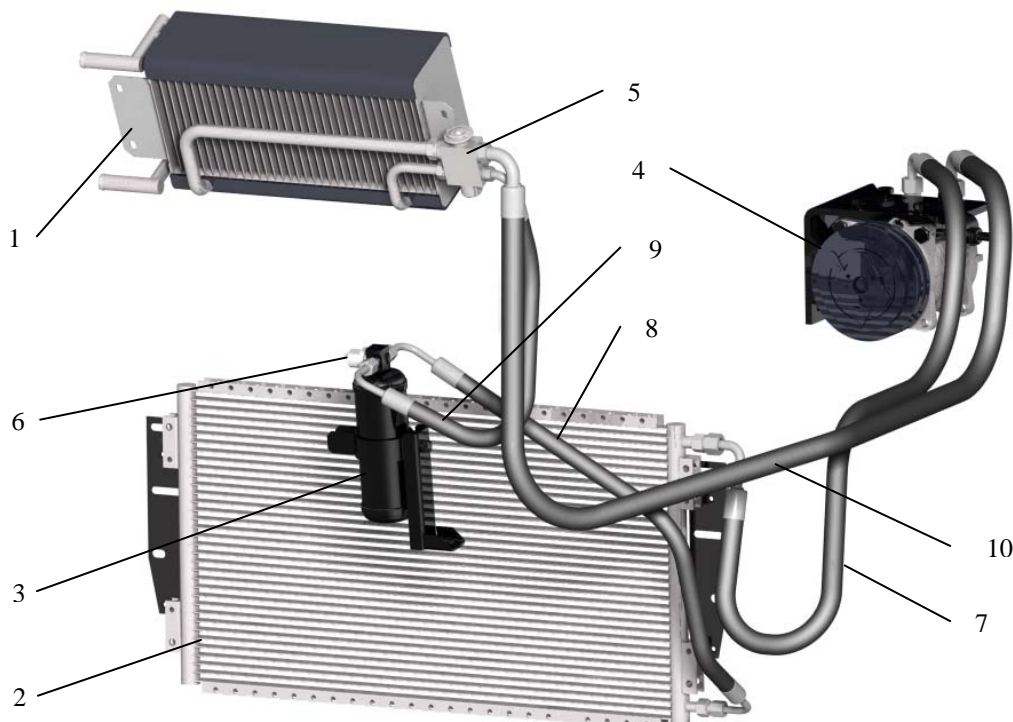

Рис. 1. Состав системы кондиционирования:
3.1 Система кондиционирования состоит из следующих основных элементов: компрессора, конденсатора, испарителя, ресивера-осушителя и хладопроводов. Состав системы кондиционирования показан на рис. 1.